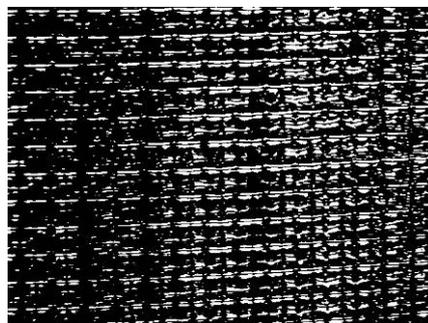

図 4 エッジ処理 + 2 値化
- ① USB カメラでキャプチャー画像を取得する。
- ② グレイ画像に変換する。
- ③ エッジ抽出 (Sobel) する。
- ④ 2 値化処理を行う（図 4）。